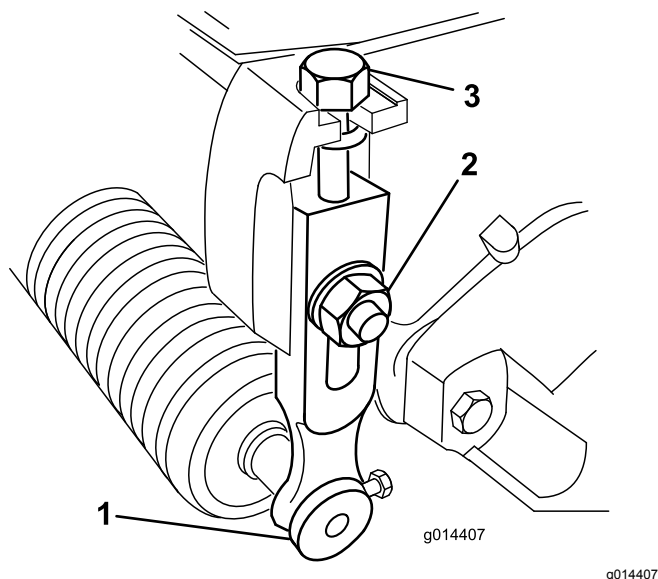

Рисунок 9
- Ослабьте контргайки крепления рычагов регулировки высоты скашивания к боковым пластинам режущего блока (Рисунок 9).